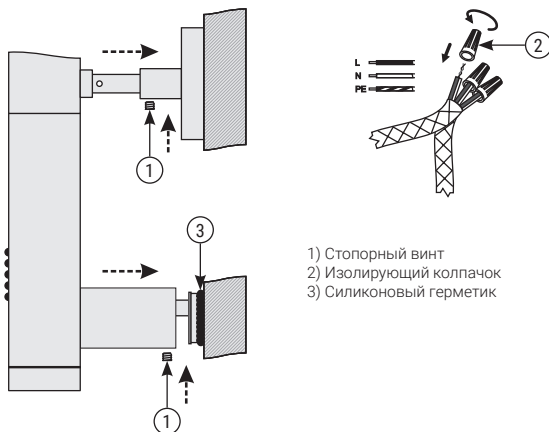

Рис.6
1.12. Произвести «черновой» монтаж полотенцесушителя, используя стопорные винты, с максимальным вылетом от стены (см. рис. 6).
1.13. Произвести соединение провода МЭМ с проводом из «стены» с помощью изолирующих колпачков (входят в комплект поставки) и скрутить их (см. рис. 6).
- 1.14. Произвести герметизацию шва силиконовым герметиком по контуру примыкания (рис. 6).